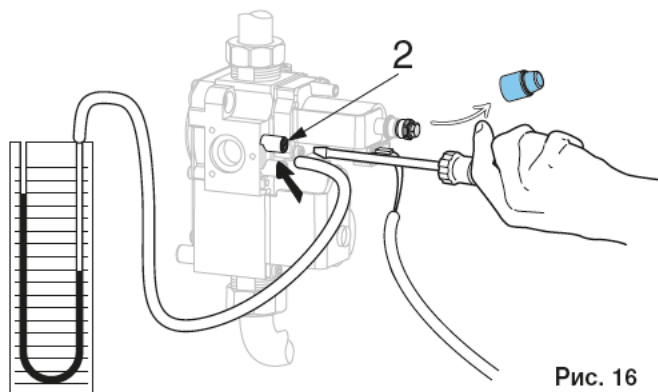

Рис. 16
- снимите защитный колпачок с регулировочных винтов (рис. 16)
- отверните винт 2 и подведите к месту замера давления трубку, соединенную с манометром (рис. 16)